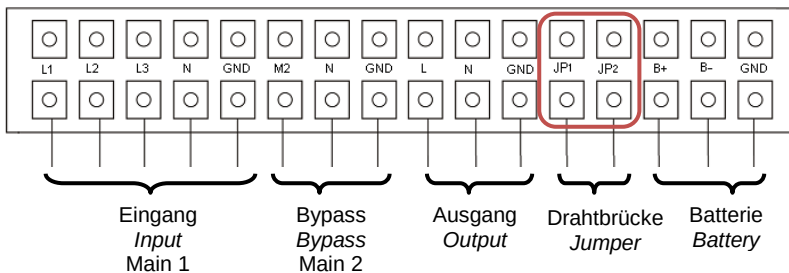

Abbildung 6: Klemmleiste
Schließen Sie die Leitungen gemäß Abbildung 6 an.
- Bei Einzelbetrieb **muss die Drahtbrücke zwischen JP1 und JP2 eingelegt werden** (siehe Abbildung 6)
- Bei Parallelbetrieb muss die Drahtbrücke zwischen JP1 und JP2 entfernt werden (siehe Abbildung 6)